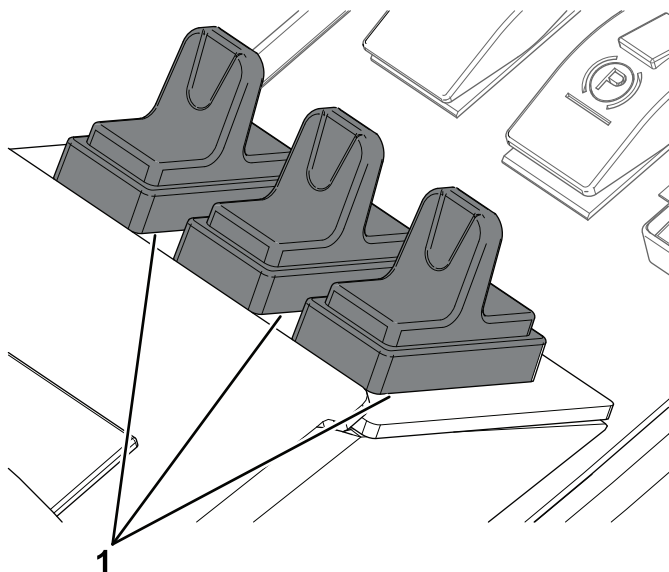

**Figura 28**
**Nota:** Consulte los ajustes de altura de corte en Figura 28.